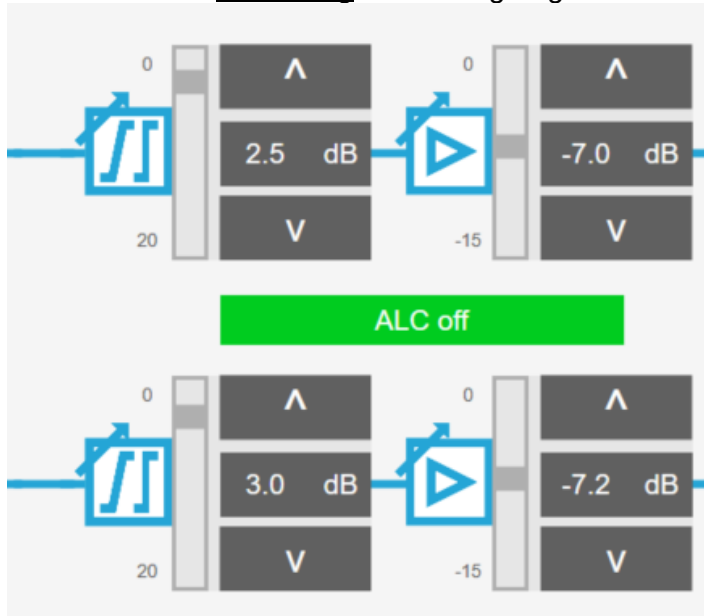

Fig.7 (voorbeeld)
- Regel het niveau van de uitgang 1 m.b.v. signaalniveau meter nu handmatig in op de juiste niveaus door middel van de **verzwakker** en **effenaar** knoppen in het **Forward Path** tabblad. (Fig. 7)